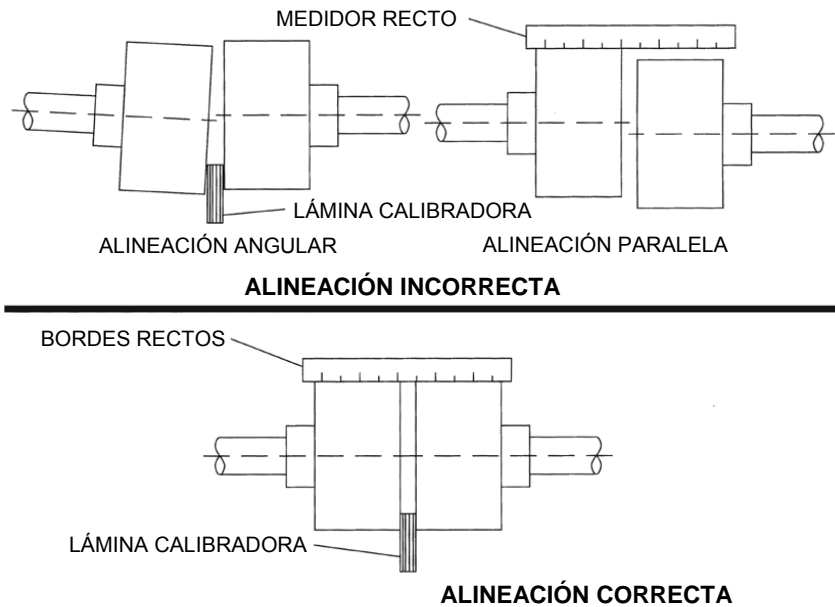

Fig. 9
**Método 1** — Usando un medidor recto y el calibrador de ahusamiento (verificador cónico) o de espesor (Fig. 9).